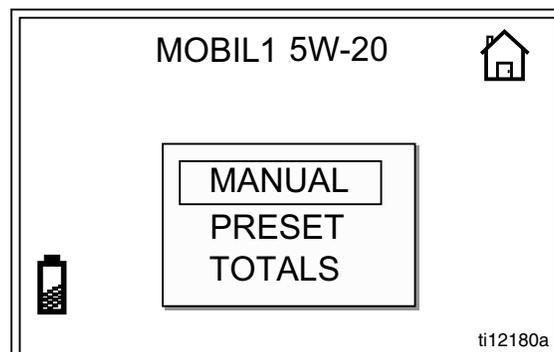

图 20
1. 在主屏幕上使用向上或向下箭头选择“手动”（图 20）。